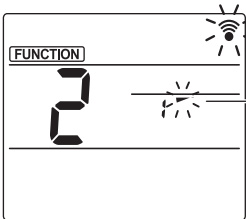

Fig. 3-3
- ③ Kanatçık açısını ayarlama (Fig. 3-3)